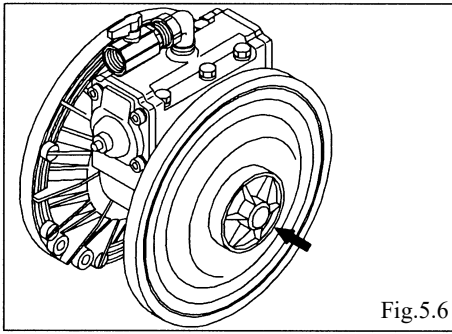

Fig.5.6
- 使用PP扳手（专用工具：零部件代码为771868），拆下中盘（外侧）。〈Fig.5.6〉